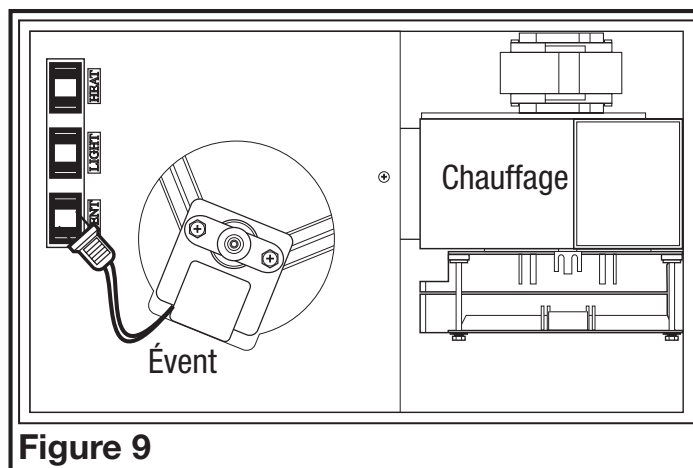
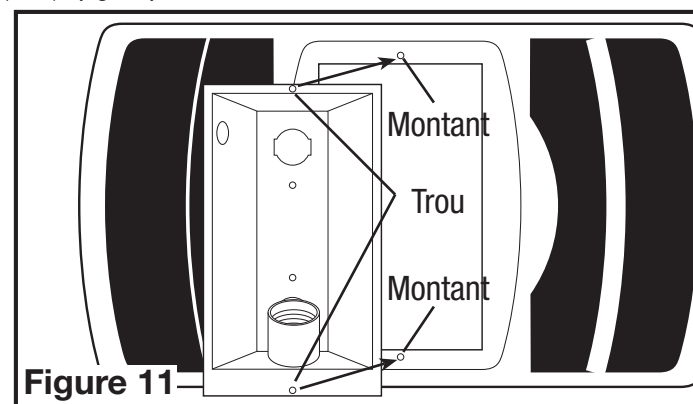

Figure 9
Figure 11
2. Insérer la fiche provenant de l'unité de chauffage dans le réceptacle marqué « CHAUFFAGE (HEAT) », et la fiche venant du ventilateur dans le réceptacle marqué « VENT » (**Figure 9**).
4. Installer le réflecteur de lumière dans la grille en alignant les montants sur la grille avec les trous dans le réflecteur de lumière (**Figure 11**). Soulever le réflecteur de lumière et la grille jusqu'au châssis et insérer la fiche de la lumière dans le réceptacle marqué « LUMIÈRE (LIGHT) » (**Figure 9**).